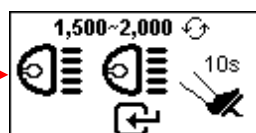

Fig.45
8. Premere il tasto di conferma  e il display cambierà come mostrato nella Fig. 45 qui sotto.